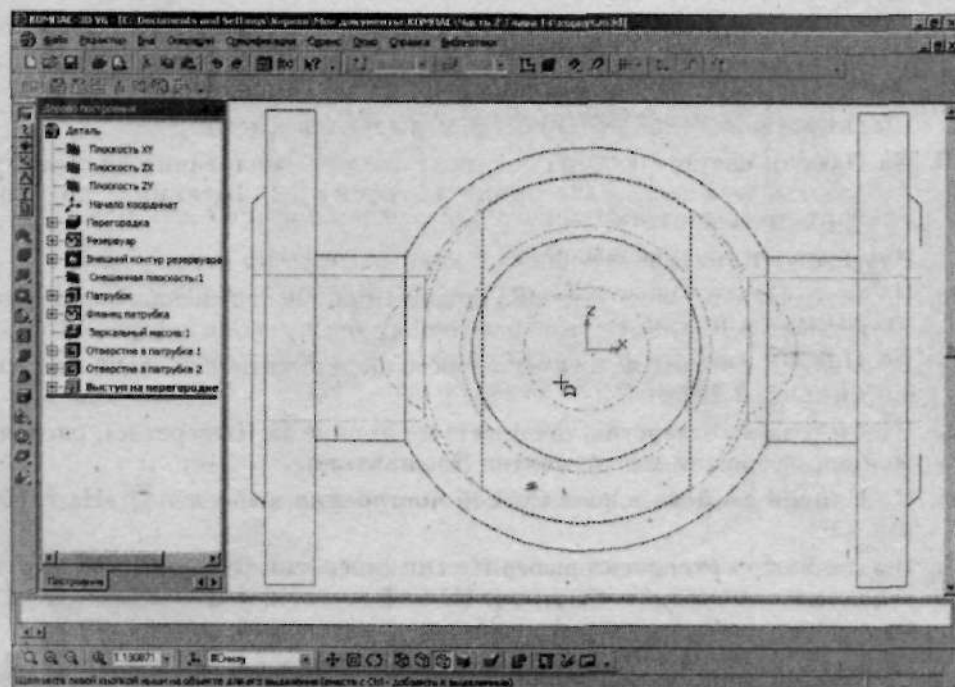

Рис. 2.152. Выделите перегородку
13. Выделите перегородку, для чего просто щелкните по ней левой кнопкой мыши (рис. 2.152).